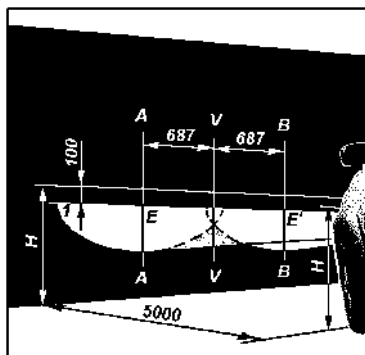

Рис. 9.41. Разметка экрана для регулировки противотуманных фар:
**Противотуманные фары.** Регулировка противотуманных фар осуществляется винтом 1 ( рис. 9.40) при помощи ключа S=5 или Torx T20. Установите фару в положение, при котором светотеневая граница совпадает с линией 1 (рис. 9.41).